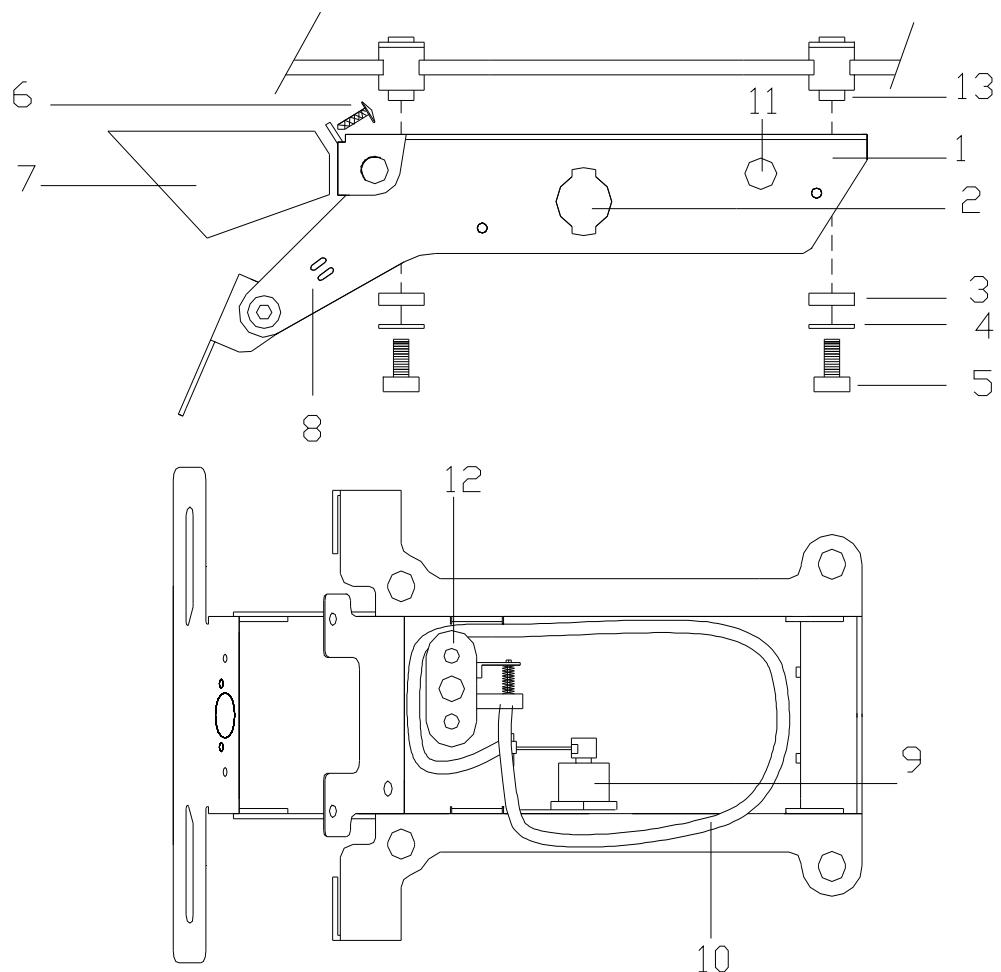

FIGURA 3 / FIGURE 3
- 3- Montar la luz trasera (7) en el portamaticulas (1) suministrado usando los tornillos originales (6). Montar el conjunto cerradura (9) como muestra la figura 3.
- 4- Previo a la fijación del portamaticulas , fijar el cierre (12) con los tornillos originales, colocando el cable (10) como muestra la figura 3 . A continuación colocar el portamaticulas en los pivotes originales (13) y fijar con los tornillos (5) y arandelas(4) originales, intercalando los casquillos (3) tal y como muestra la figura 3.